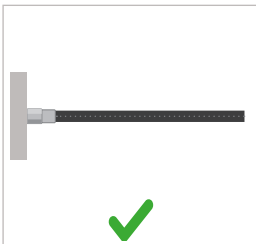
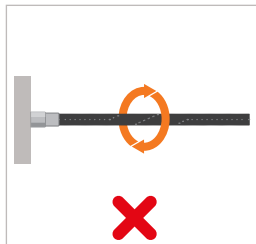

Figure 9
Figure 10
- ▶ Ne pas tordre le flexible lors du vissage (*Figure 9 et Figure 10*).